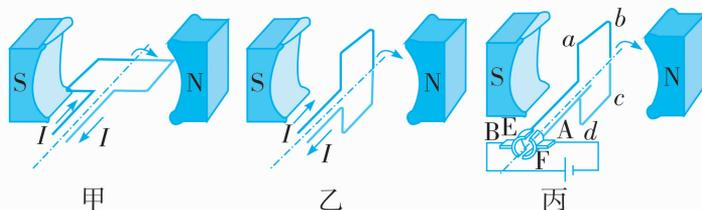

图 2
(2)在线圈转动过程中经过如图 2 中甲、乙所示两个位置,图\_\_\_\_\_的线圈恰好处于平衡位置,此时线圈由于\_\_\_\_\_不会静止。另一个图中线圈左右两边所受的两个力不平衡的原因是这两个力\_\_\_\_\_。如图丙所示的线圈可以持续转动,是因为它加装了换向器,能在线圈刚转过平衡位置时,自动改变\_\_\_\_\_中的电流方向。